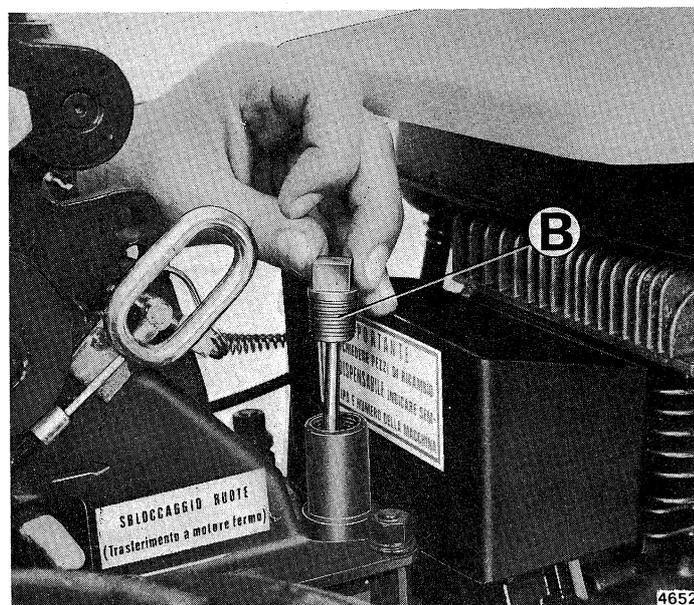

Fig. 72
Dopo il completo scarico dell'olio vecchio, introdurre dal tappo **B** (fig. 72) nuovo olio ESSO GEAR OIL GX 85W-90 nella quantità di circa 2 Kg.
N.B. - Il controllo del livello dell'olio va effettuato per mezzo dell'asta del tappo **B** (fig. 72) e tenendo la macchina in posizione orizzontale.